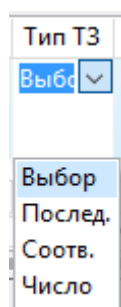

Рисунок 3.22 Набор возможных значений для поля «Тип ТЗ»
- поле «Тип ТЗ» заполняется из выпадающего списка (Рисунок 3.22), содержащего краткие названия для четырёх возможных типов: «Выбор» - одиночный или множественный выбор ответа, «Послед.» - восстановление последовательности, «Соотв.» - установление соответствия, «Число» - ввод числового ответа; по умолчанию установлено значение «Выбор»;